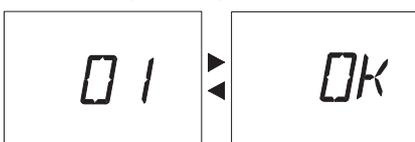

Рис. 22
- 3 Через 5 секунд после ввода желаемого значения **Только пластины** произойдет автоматическое сохранение настройки, после чего на ЖК-дисплее отобразится надпись **OK** (Рис. 22) в качестве подтверждения сохранения.